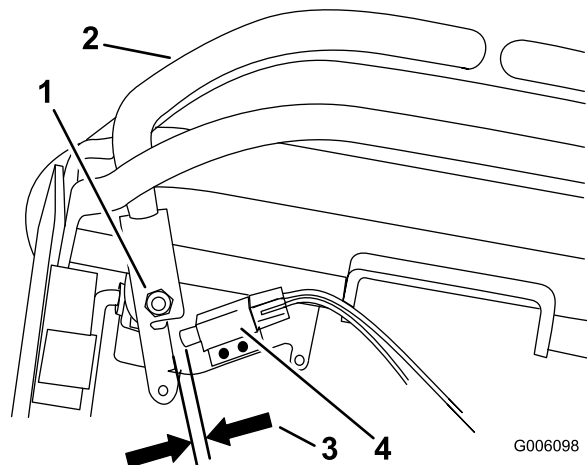

Figura 45
10. Controllate la distanza tra la leva di controllo e l'interruttore come mostrato in Figura 45. La distanza deve essere di circa 3 mm.